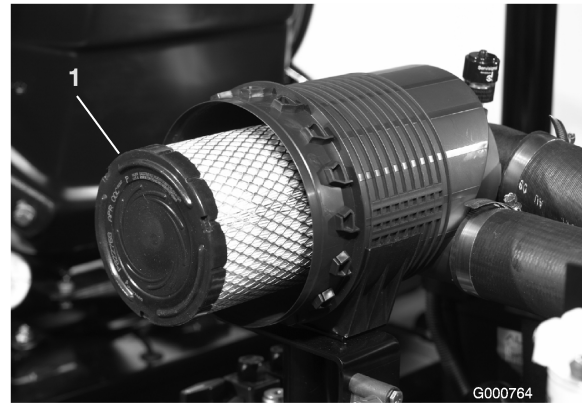

Bild 40
3. Entfernen und wechseln Sie den Hauptfilter aus (Bild 40).